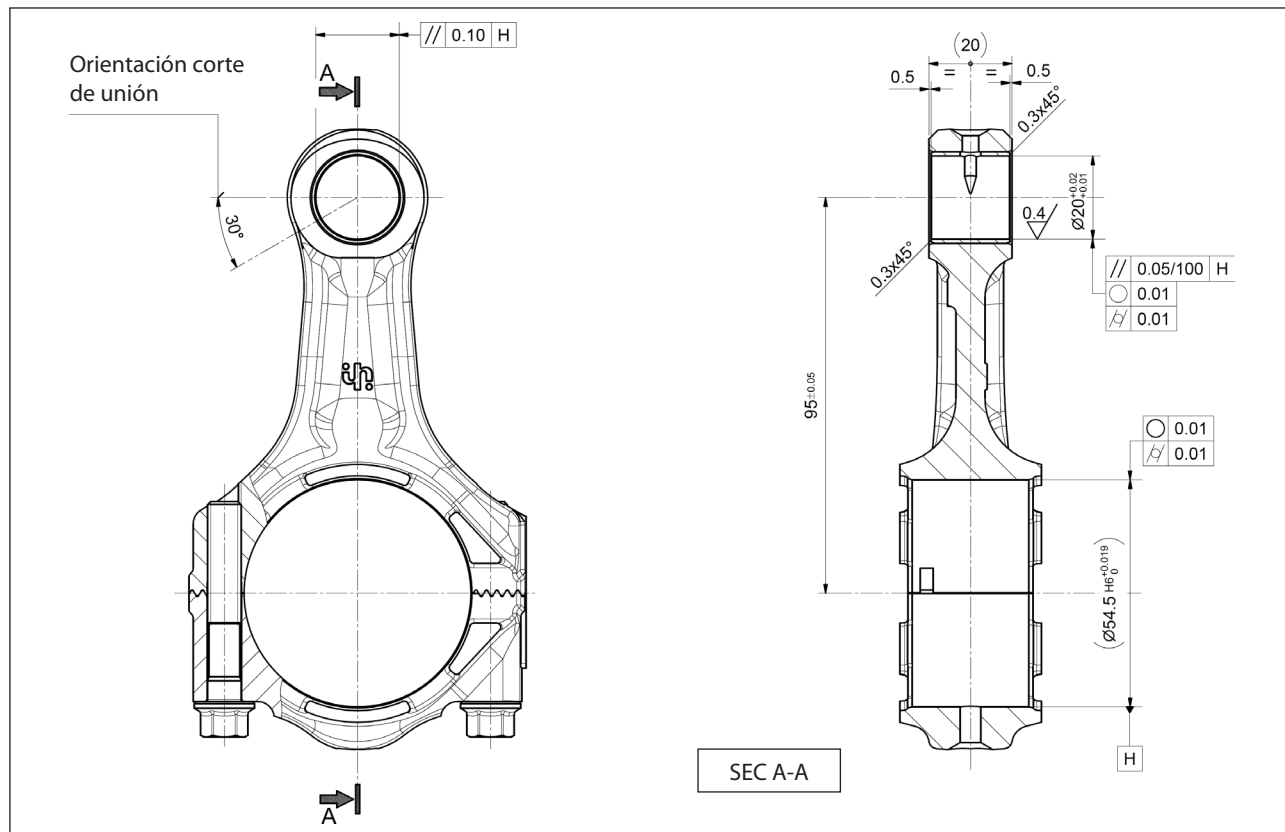

Fig. 35
- el corte de unión sea orientado como se indica en Fig. 35.
A continuación realizar trabajos mecánicos respetando obligatoriamente las dimensiones y tolerancias mostradas en la Fig. 35.